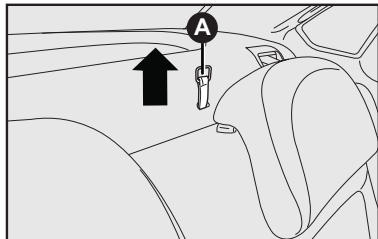

fig. 84
**3)** Desengatar o encosto, acionando os puxadores para cima (dois puxadores na cobertura do porta-malas) **A-fig. 84** no sentido da seta liberando o encosto do engate.